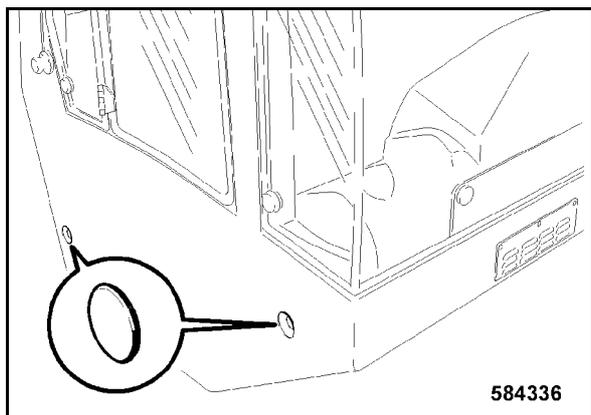

Рис. 221
- Закрывать все боковые резьбовые точки пластмассовыми колпачками (Рис. 221).